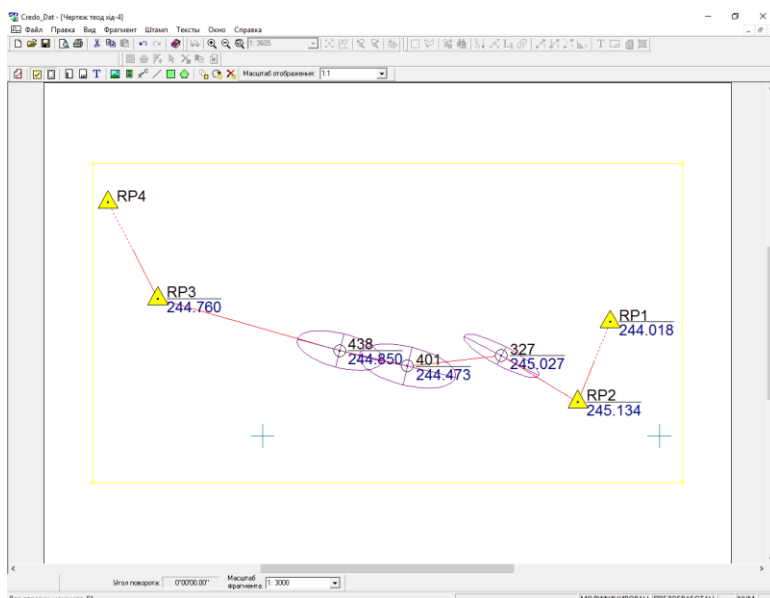

Рисунок 2.7 – Вигляд налаштованого креслення
6. Налаштовуємо вигляд креслення за допомогою команд **Вигляд/Показати вміст [Вид/Показать содержимое]**, **Фрагмент/Масштаб [Фрагмент/Масштаб]** (можна не обмежуватися масштабним рядом з випадаючого списку, а задавати власний масштаб з клавіатури), **Файл/Налаштування принтера [Файл/Настройка принтера]**. Вигляд креслення після налаштування наведено на рис. 2.7.